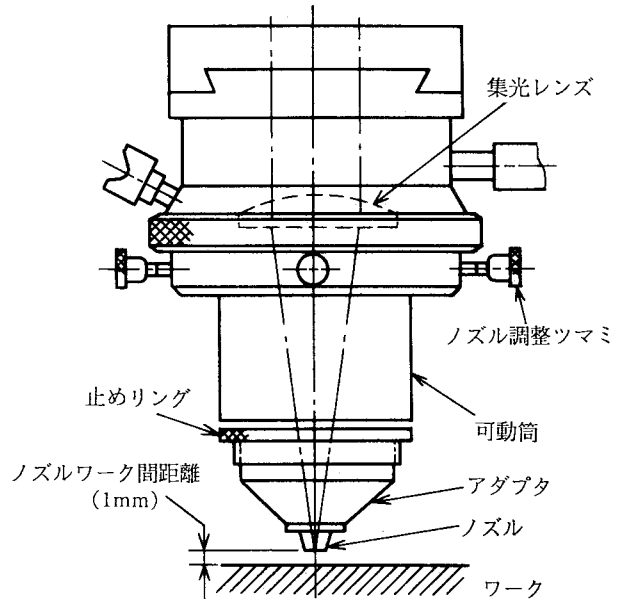

図2-19 ノズル
- ⑬ ノズルワーク間距離を1mmにセットする。(図2-19)